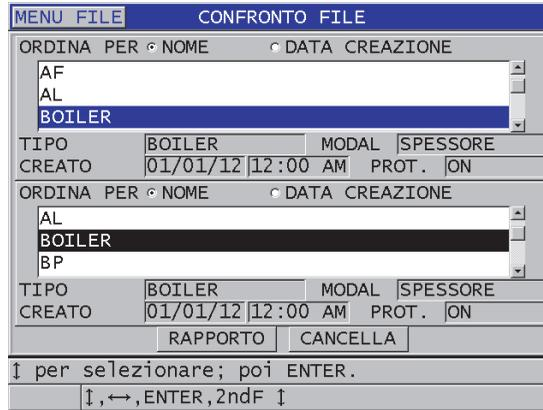

Figura 11-33 Schermata di rapporto CONFRONTO FILE
6. Nella schermata **CONFRONTO FILE** (vedere Figura 11-33 a pagina 230):